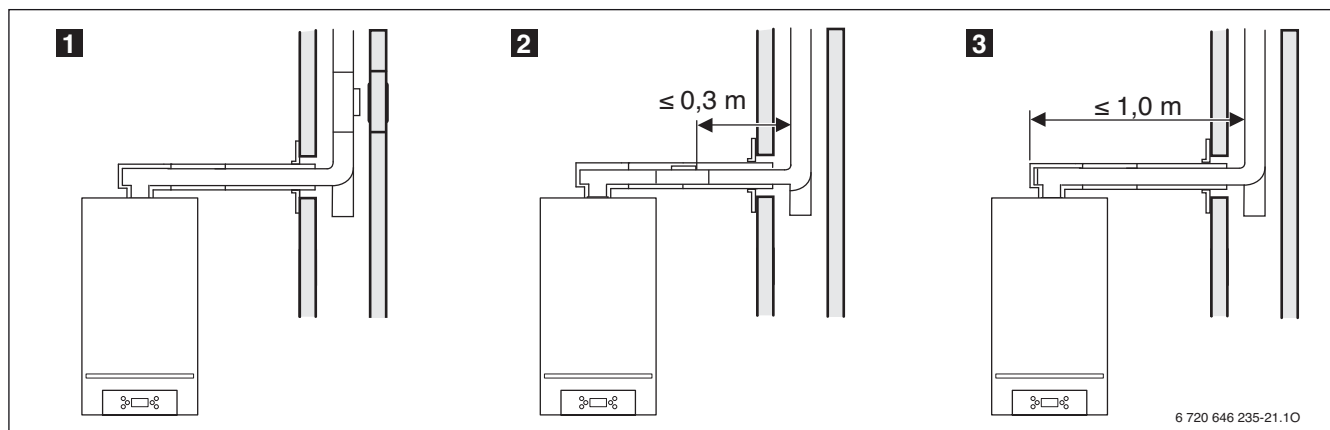

Figura 45
- 1** En el tramo vertical de gases de escape inmediatamente por encima de la entrada de la pieza de conexión (Figura 45) o
- 2** en el lado de la pieza de conexión, pero no más alejado de 0,3 m del codo, en el tramo vertical de gases de escape (Figura 45) o
- 3** en el lado opuesto de la pieza de conexión recta, a no más de 1,0 m del codo en el tramo vertical del sistema de gases de escape (Figura 45)